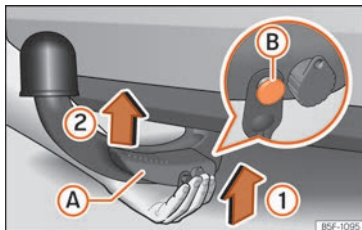

Fig. 267 Colocar bola desmontable / perno de desbloqueo en el estado desplegado
- Sujete la bola desmontable **desde abajo** » fig. 267 y encájela en el alojamiento del